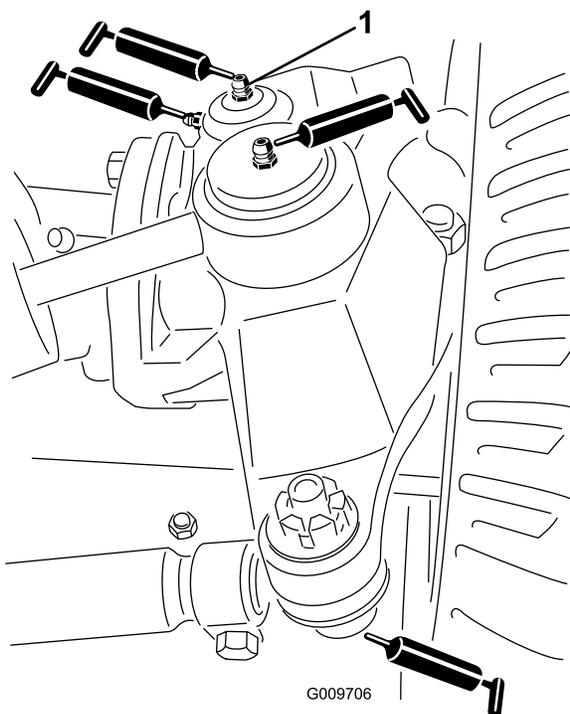

Рисунок 77
- Шаровые опоры гидроцилиндра рулевого управления (2 шт.), как показано на Рисунок 77
- Шаровые опоры поперечной тяги (2 шт.), как показано на Рисунок 77
- Втулки поворотных шкворней (2 шт.), как показано на Рисунок 77